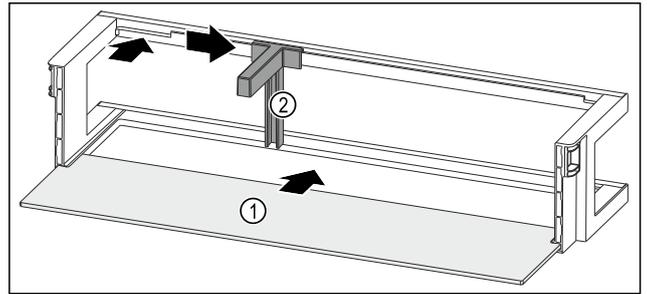

Fig. 96 Estantes en la contrapuerta con estante
- ▶ Introduzca el estante Fig. 96 (1) en los huecos laterales.
- ▶ Inserte el soporte para botellas Fig. 96 (2) en la entalladura.
- ▶ Deslice el soporte para botellas Fig. 96 (2) hacia un lado a la posición deseada.